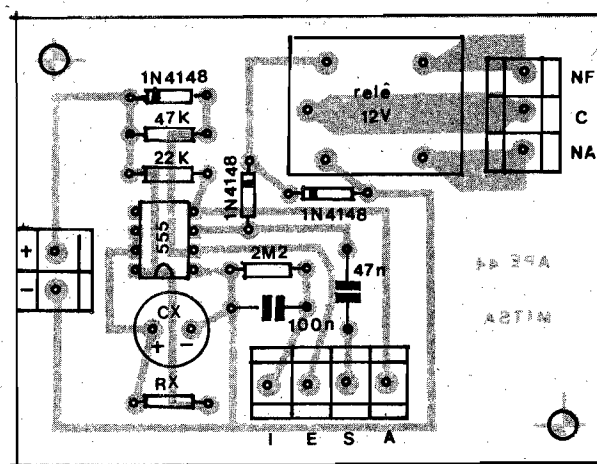

Fig. 3
- FIG. 3 - CHAPEADO DA MONTAGEM - Lado não cobreado da placa, já com todas as peças e barras de conexão externas colocadas. Observar os seguintes pontos:
Notar (fig. 3) que o acesso às ilhas/furos correspondentes aos pontos de ligação do resistor "RX" estão próximos a uma das bordas da placa, de modo a facilitar o eventual implementos de um conjunto **resistor fixo/resistor ajustável**, em série, que - nesse caso - teria que ficar externamente posicionado para facilitar o ajuste...